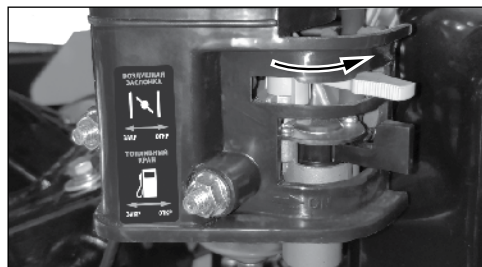

рис. 15
6. После запуска и прогрева двигателя переведите воздушную заслонку в положение «ОТКРЫТО» (рис. 15).